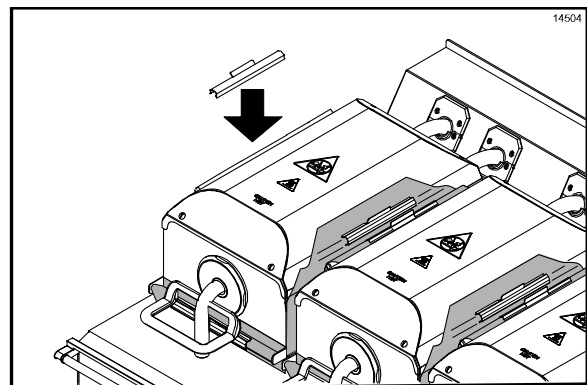

Abbildung 11
4. Die seitlichen Partien der Trennfolie behutsam über die Klemmschienen am Deckel hochschlagen und mit Trennfolienklammern befestigen. (Siehe Abbildung 11.)